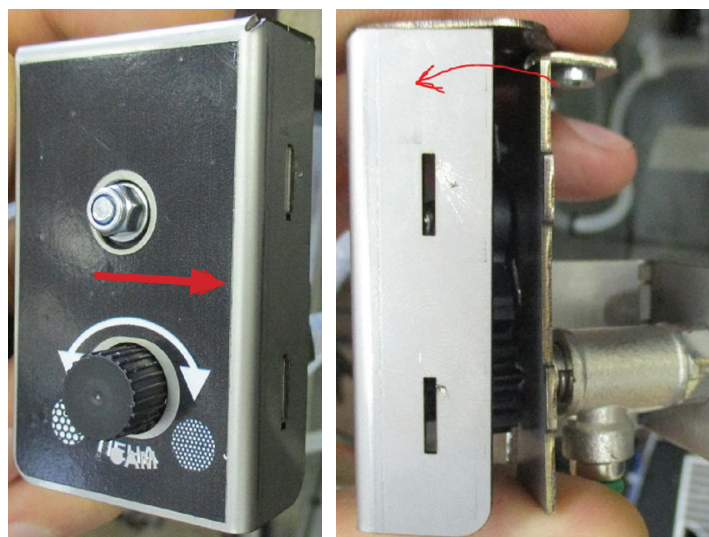

Рисунок 4.14
3. Сместите кожух и снимите его с корпуса клапана (рис.4.14).